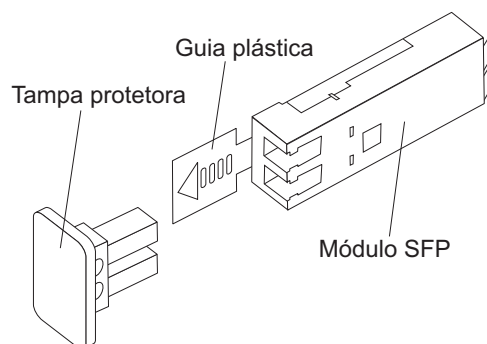

Figura 27. Instalando um Módulo SFP na Porta do Host
4. Insira o módulo SFP na porta do host até que se encaixe no lugar. Consulte a Figura 27 na página 57.